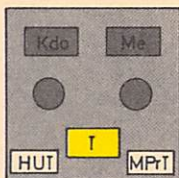

Bild 17
- (1) Bedienungen werden als Kommando an die Signalanlagen der Strecke und die Anzeigen von der Streckeneinrichtung als Meldungen an das Stellwerk übertragen. Bei Selbstblock der Bauform SEL, ausgenommen bei zentralisiertem Selbstblock, werden dieser Kommandoweg und dieser Meldeweg besonders überwacht. In Grundstellung leuchtet der Tastenmelder gelb, die Melder für den Kommandoweg und für den Meldeweg sind dunkel (vgl. Bild 17).